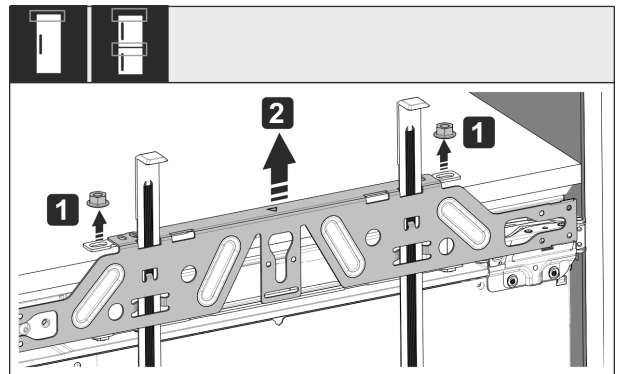

Fig. 55
- ▶ 松开锁紧螺母 Fig. 55 (1)。
- ▶ 取下安装横梁 Fig. 55 (2)。